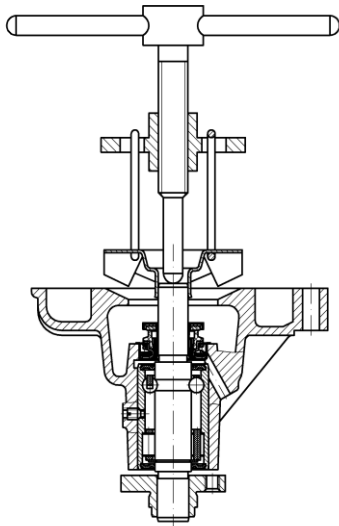

Рис.60. Снятие крыльчатки
- с помощью съемника снять крыльчатку (рис.60);